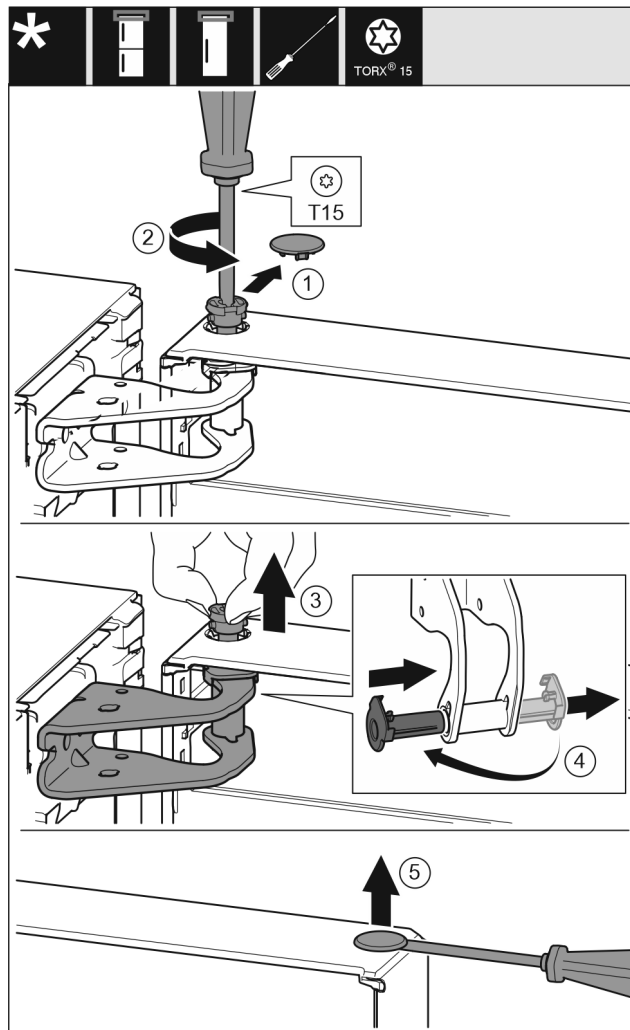

Fig. 6
- Noņemiet uzmanīgi aiztura pārsegu. Fig. 6 (1)
- Izskrūvējiet mazliet ar skrūvgriezi T15 tapu. Fig. 6 (2)
- Noturiet durvis un izskrūvējiet tapu ar pirkstiem. Fig. 6 (3)
- Izvelciet gultņa ieliktni no vadotnes. Ievietojiet un nofiksējiet no otras puses. Fig. 6 (4)
- Paceliet uzmanīgi ar plakano skrūvgriezi un izvelciet ārā aizbāzni no durvju gultņa ieliktna. Fig. 6 (5)